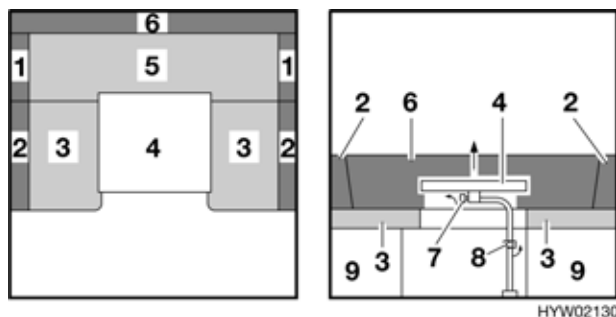

Fig. 85 Prima della trasformazione
- Svitare la vite di fissaggio (Fig. 85,7) sul lato inferiore del tavolo e sollevare il piano del tavolo (Fig. 85,4).
- Svitare la vite di fissaggio (Fig. 85,8) del piede del tavolo ed estrarre l'alto il piede del tavolo dal supporto.